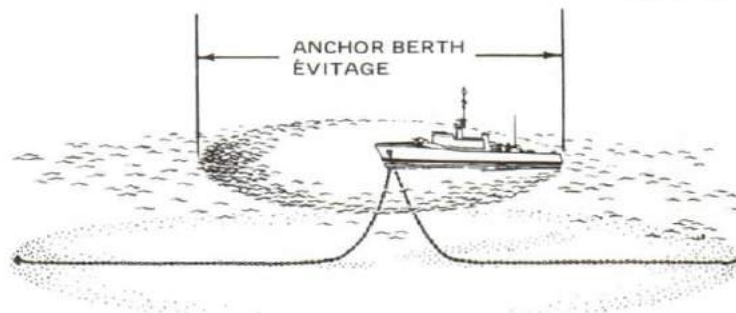

Figure 11-58
3. The second method, mooring ship, is shown in Figure 11-58. Its advantage is that the ship requires less sea-room for swinging and there is less likelihood of the anchors dragging in a gale.
3. La seconde méthode de mouillage est illustrée à la figure 11-58. Son avantage consiste à ne nécessiter qu'un plan d'eau réduit pour l'évitage. Il y a aussi moins de risques que les ancres chassent par gros temps.